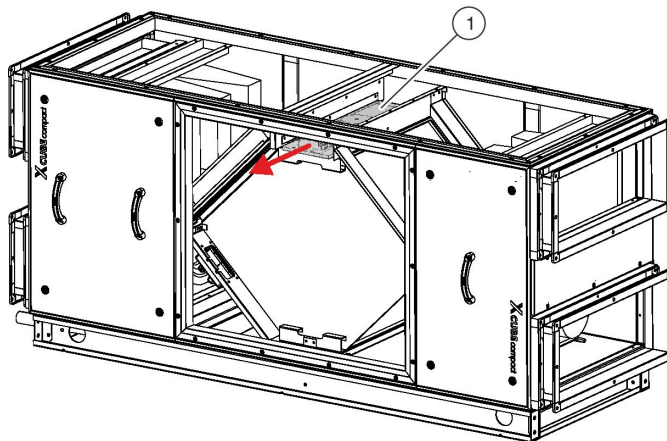

Рис. 27: Поддон с системами управления
15. ▶ Вытащите поддон с системами управления (Рис. 27/1).